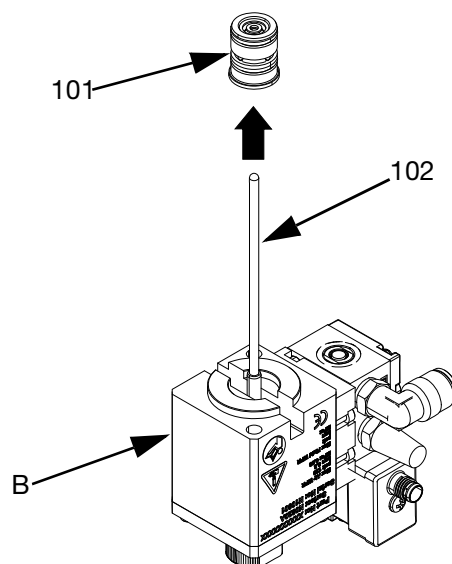

Рис. 13
1. Снимите комплект уплотнений (101), стянув его с вала штока поршня в сборе (102).
2. Проверьте наконечник и вал штока поршня в сборе (102) на наличие бороздок и точечной коррозии. В случае износа замените шток поршня в сборе. См. Рис. 13, стр. 21.